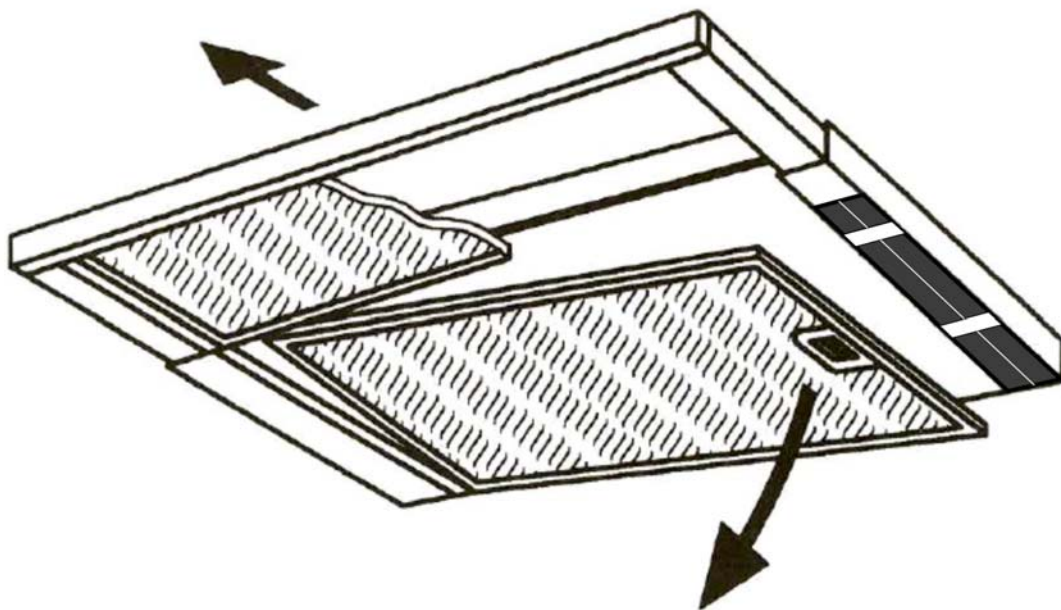

Fig. 5
- Retirar los filtros de la campana según (Fig. 5). Lavarlos con una solución de agua y detergente líquido neutro, dejando que la suciedad se ablande.